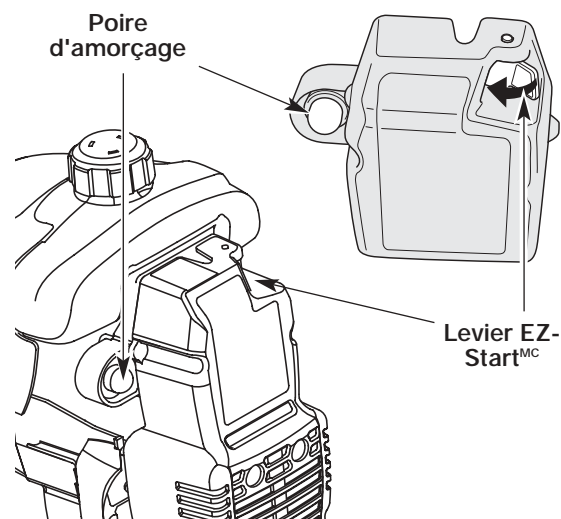

Fig. 17
3. Pressez et relâchez la poire d'amorçage à 10 reprises, lentement. Une certaine quantité de **carburant devrait être visible dans la poire d'amorçage** et les conduites de carburant (Fig. 17). Si vous n'apercevez pas de carburant dans la poire, pressez et relâchez la poire autant de fois que nécessaire jusqu'à ce que vous aperceviez du carburant dans cette dernière.
4. **Faites pivoter le Levier EZ -StartMC vers la poire d'amorçage** jusqu'à ce qu'il clique et se verrouille en place (Fig. 17).